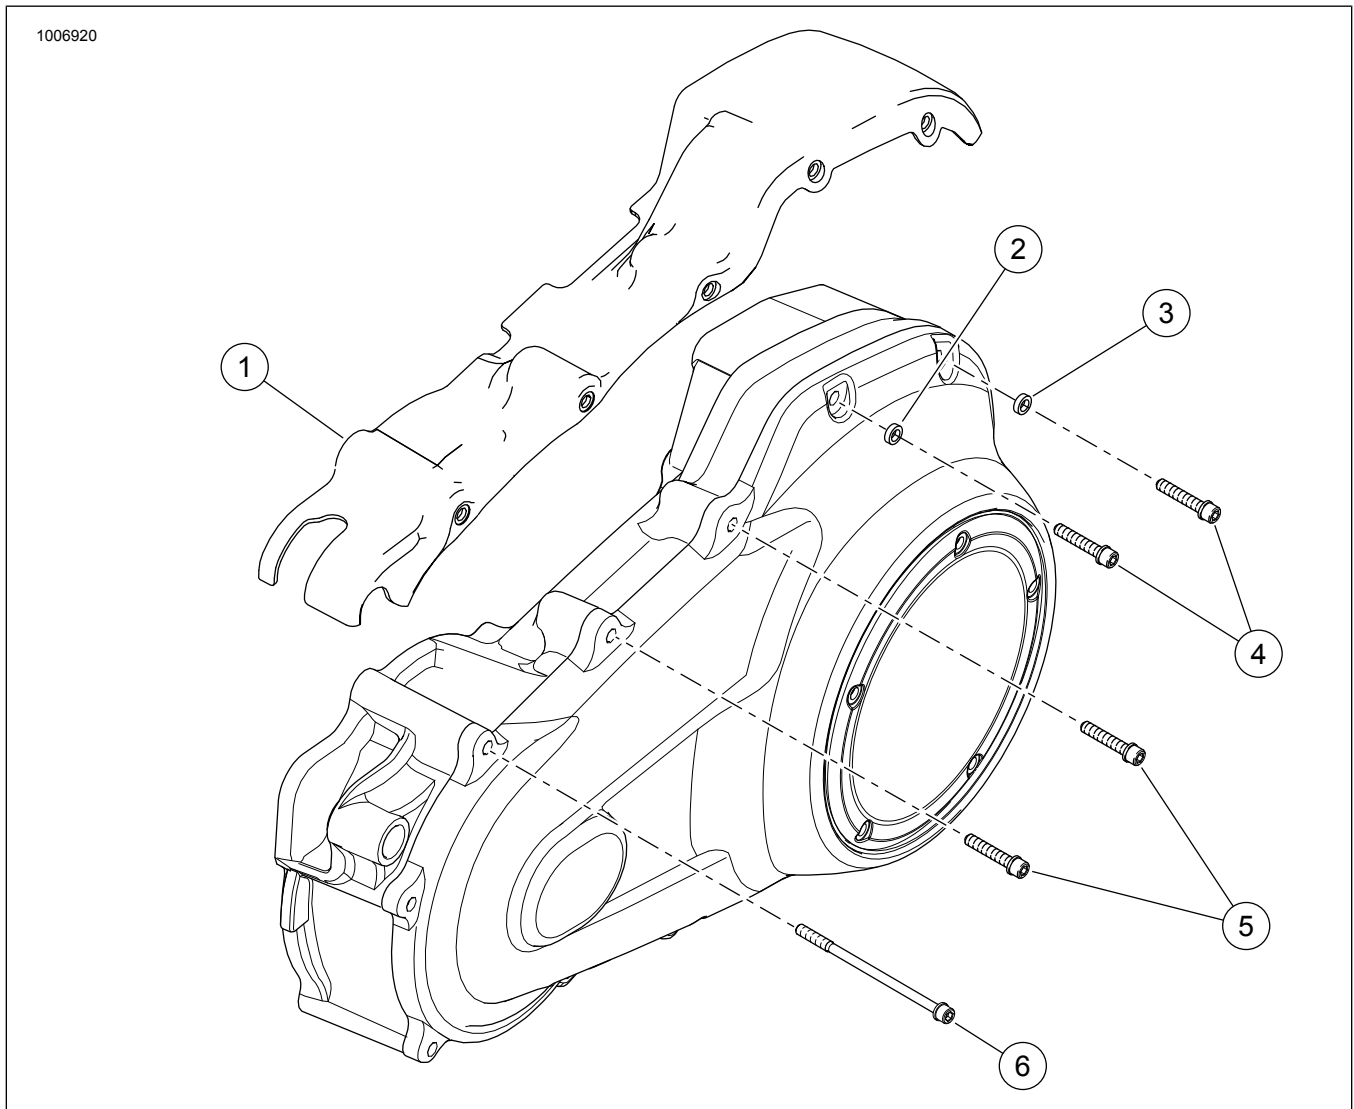

Figure 1. Contenu du kit : Carter primaire intérieur
2. Voir Figure 1 et Voir le Tableau 2. Installer le **nouveau** carter primaire intérieur (1) avec les **nouvelles** entretoises (2, 3) et vis (4, 5, 6).
- a. Installer une entretoise plus épaisse (3) entre le carter (1) et le logement primaire à l'emplacement de la vis la plus à l'arrière.
- b. Installer l'entretoise la plus fine (2) entre le carter (1) et le logement primaire à côté de l'emplacement de la vis la plus à l'arrière.